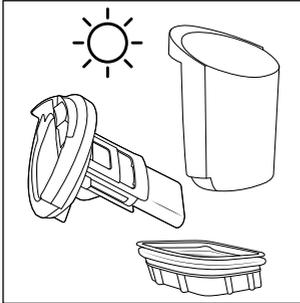

Fig. 27
- ◆ Lăsați filtrul de murdărie **10**, rezervorul de apă murdară **2** și capacul rezervorului de apă murdară **9** să se usuce complet (a se vedea fig. 27).